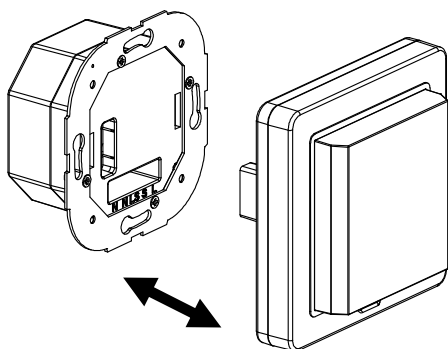

FIGURA 4
- (1) Desligue a alimentação ou interruptor de parede antes de instalar.
- (2) O detetor foi concebido para ser instalado no interior de uma caixa de aparelhagem. Para instalar o detetor, primeiro retirar a unidade de deteção da unidade de alimentação (FIGURA 4).
- (1) Desligue a alimentação ou interruptor.
- (2) Retirar a unidade de deteção da unidade de alimentação (FIGURA 4).